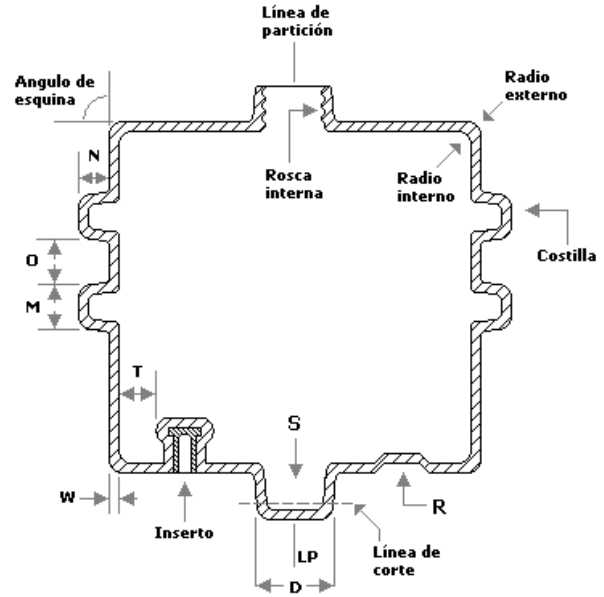

Figura 2. Detalles de diseño en piezas huecas rotomoldeadas.
- El ancho de la costilla hueca (M, figura 2) debería ser, al menos, 5 veces el espesor de pared (W), ($M \geq 5W$) y la altura (N) de, al menos, 4 veces el espesor de pared, ($N \geq 4W$) [1,3].
- El espaciamiento entre costillas (O, figura 2) no debe ser menor a 3 veces el espesor de pared ($O \geq 3W$), siendo mejor un espaciamiento de 5 veces W [1].
- Se debe asegurar un espaciado adecuado entre el inserto y cualquier otra superficie, para prevenir la formación de puentes del material en polvo. La distancia entre una superficie de la pieza y la que contiene el inserto debe ser, al menos, 4 veces el espesor de pared [2] (T, Figura 2).
- Las indentaciones de rebaje y la línea de partición deberían colocarse en el mismo plano, las primeras en dirección paralela a la segunda [1] (en la figura 2, R es un rebaje).
- Se pueden fabricar realces, moldeando un cilindro, cuya punta se corta al final para dejar una abertura [1] (S en la Figura 2).